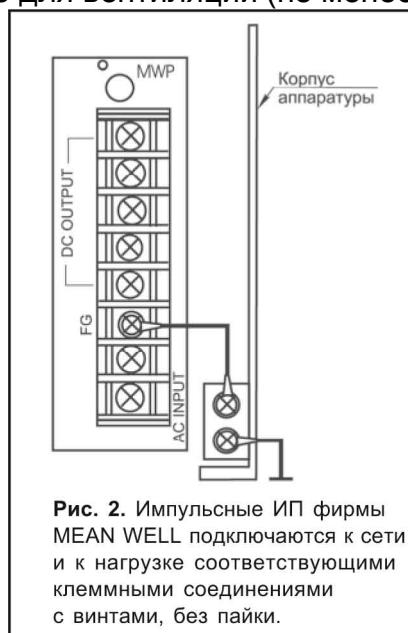

Рис. 2. Импульсные ИП фирмы MEAN WELL подключаются к сети и к нагрузке соответствующими клеммными соединениями с винтами, без пайки.
- При установке двух или более источников питания необходимо правильно располагать их относительно друг друга. Между ними должно быть достаточное расстояние для вентиляции (не менее 25 мм) (рис.2);